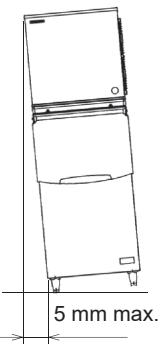

Fig. 2
* Ajustez le niveau de l'unité de distribution/du bac de stockage de glaçons dans les axes gauche/droite et avant/arrière. Si vous utilisez le bac de stockage de glaçons, ajustez ses pieds afin de les mettre à niveau. Voir fig. 2.